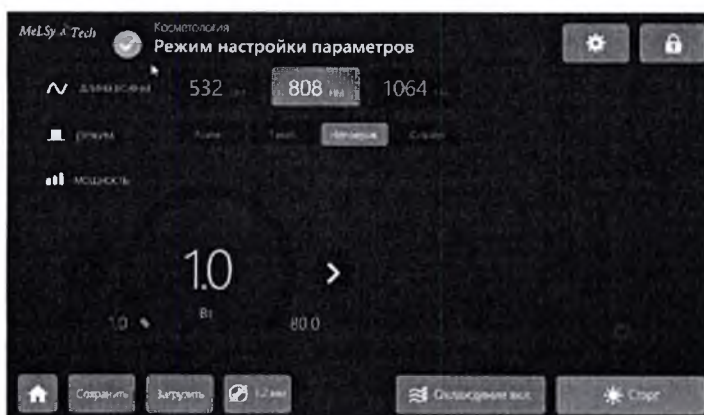

Рис. 3.50 – Непрерывный режим работы
3.7.6.1 Непрерывный режим работы Прибора доступен только на длине волны 808 нм. Задается средняя мощность излучения (рис. 3.50).